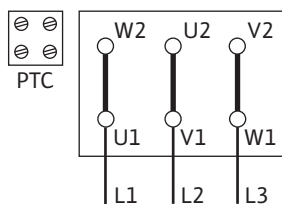

Fig. 10: Y-Δ-start
- Nätslutningen är beroende av motoreffekten P2, nätspänningen och tillslagstypen. Nödvändiga byglingar i kopplingsboxen anges i följande tabell samt Fig. 10, 11 och 12.